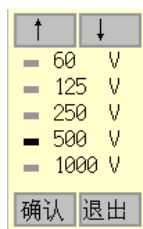

图 4.13 发射电压选择
14. 发射电压：发射探头的激励电压，按确认键弹出图 4.13 所示的发射电压选择界面，一共有 5 档，分别为 65V、125V、250V、500V、1000V，发射电压越大，发射能量越强，一般的小构件或信号比较强时选择低发射电压，大构件或信号比较弱选择高发射电压。默认发射电压为 500V。发射电压的选择与采样周期选择基本一样。